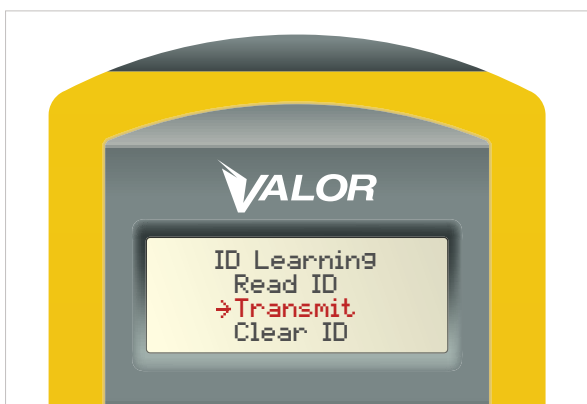

Figure 18
3. Sélectionnez l'option Transmit (transmettre) (Figure 18).